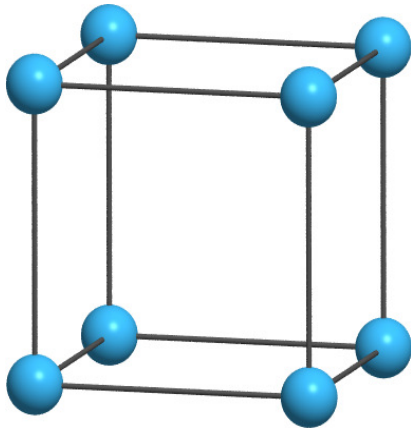

Bild 4
Je nach Anordnung der Atome im festen Zustand unterscheidet man verschiedene Gittertypen. Man kann einen Gittertyp anhand einer Zelle, die sich im Kristall periodisch wiederholt, vollständig beschreiben. Eine solche Zelle nennt man **Elementarzelle (EZ)**. In der folgenden Abbildung (Bild4) ist die Elementarzelle des kubisch primitiven Gitters dargestellt. Das Grundgerüst ist ein Würfel, der auf den Würfecken jeweils mit einem Atom besetzt ist.